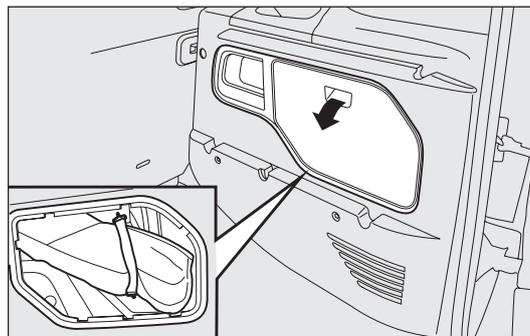

fig. 130
- per versioni Doblò/Doblò Combi fig. 130: aprire le porte posteriori, all'interno del vano sul fiancone posteriore destro, prelevare la borsa attrezzi sganciando l'elastico dalla fibbia e portarla accanto alla ruota da sostituire;